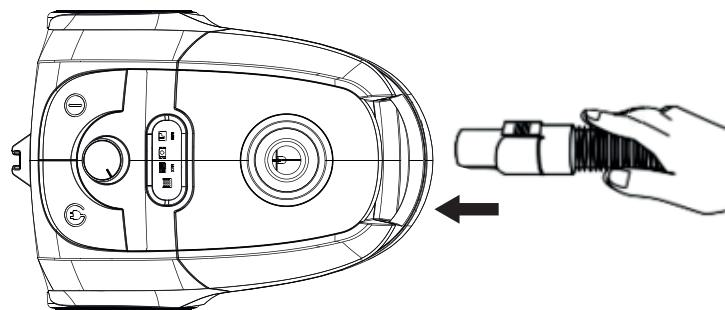

Рис.1
- Вставьте наконечник гибкого шланга (8) в воздухо заборное отверстие (10) до характерного щелчка фиксатора (рис. 1).
- При необходимости снять гибкий шланг, нажмите на кнопки (13), расположенные по обе стороны наконечника гибкого шланга (6), и вытащите его.